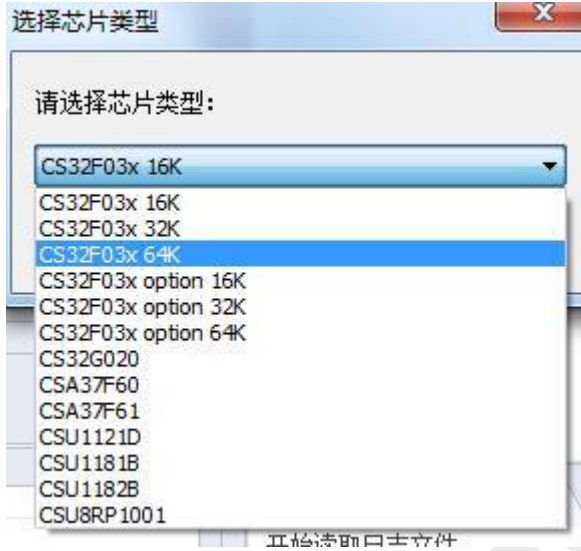

图 6-2 选择 Flash 大小
2. 根据实际使用的芯片 Flash 的大小，选择芯片的型号，如下图 6-2 所示。选择带 option 的型号表示需要烧录 option 代码选项区，一般客户使用时选择不带 option 的型号。